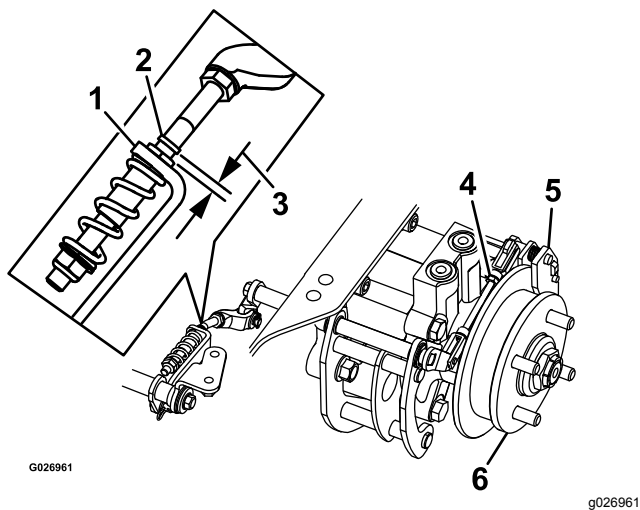

Bild 82
8. Prüfen Sie, ob ein sichtbarer Abstand zwischen der L-Halterung und dem Gestängeanschlag besteht (Bild 82).